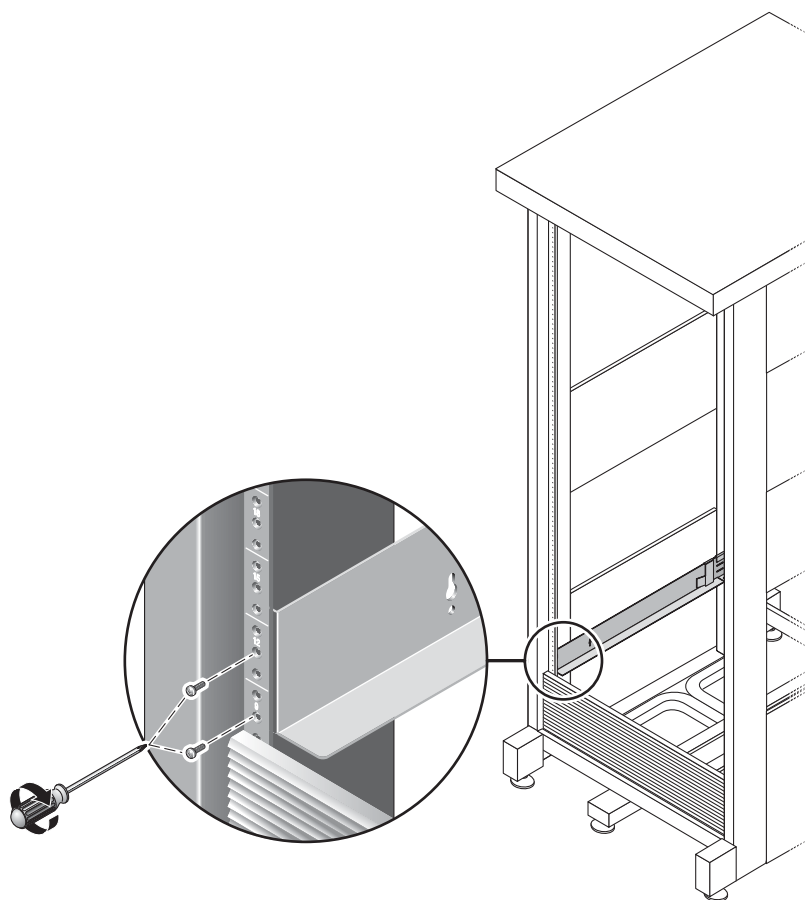

図 2-9 左側レールのキャビネット正面への固定
5. プラスのねじ回し (Phillips の 2 番) を使用して、左側のレールに 2 本の 8-32 ねじを挿入してしっかりと締め、キャビネットの正面に固定します (図 2-9)。右側のレールに対しても同じ手順を実行します。